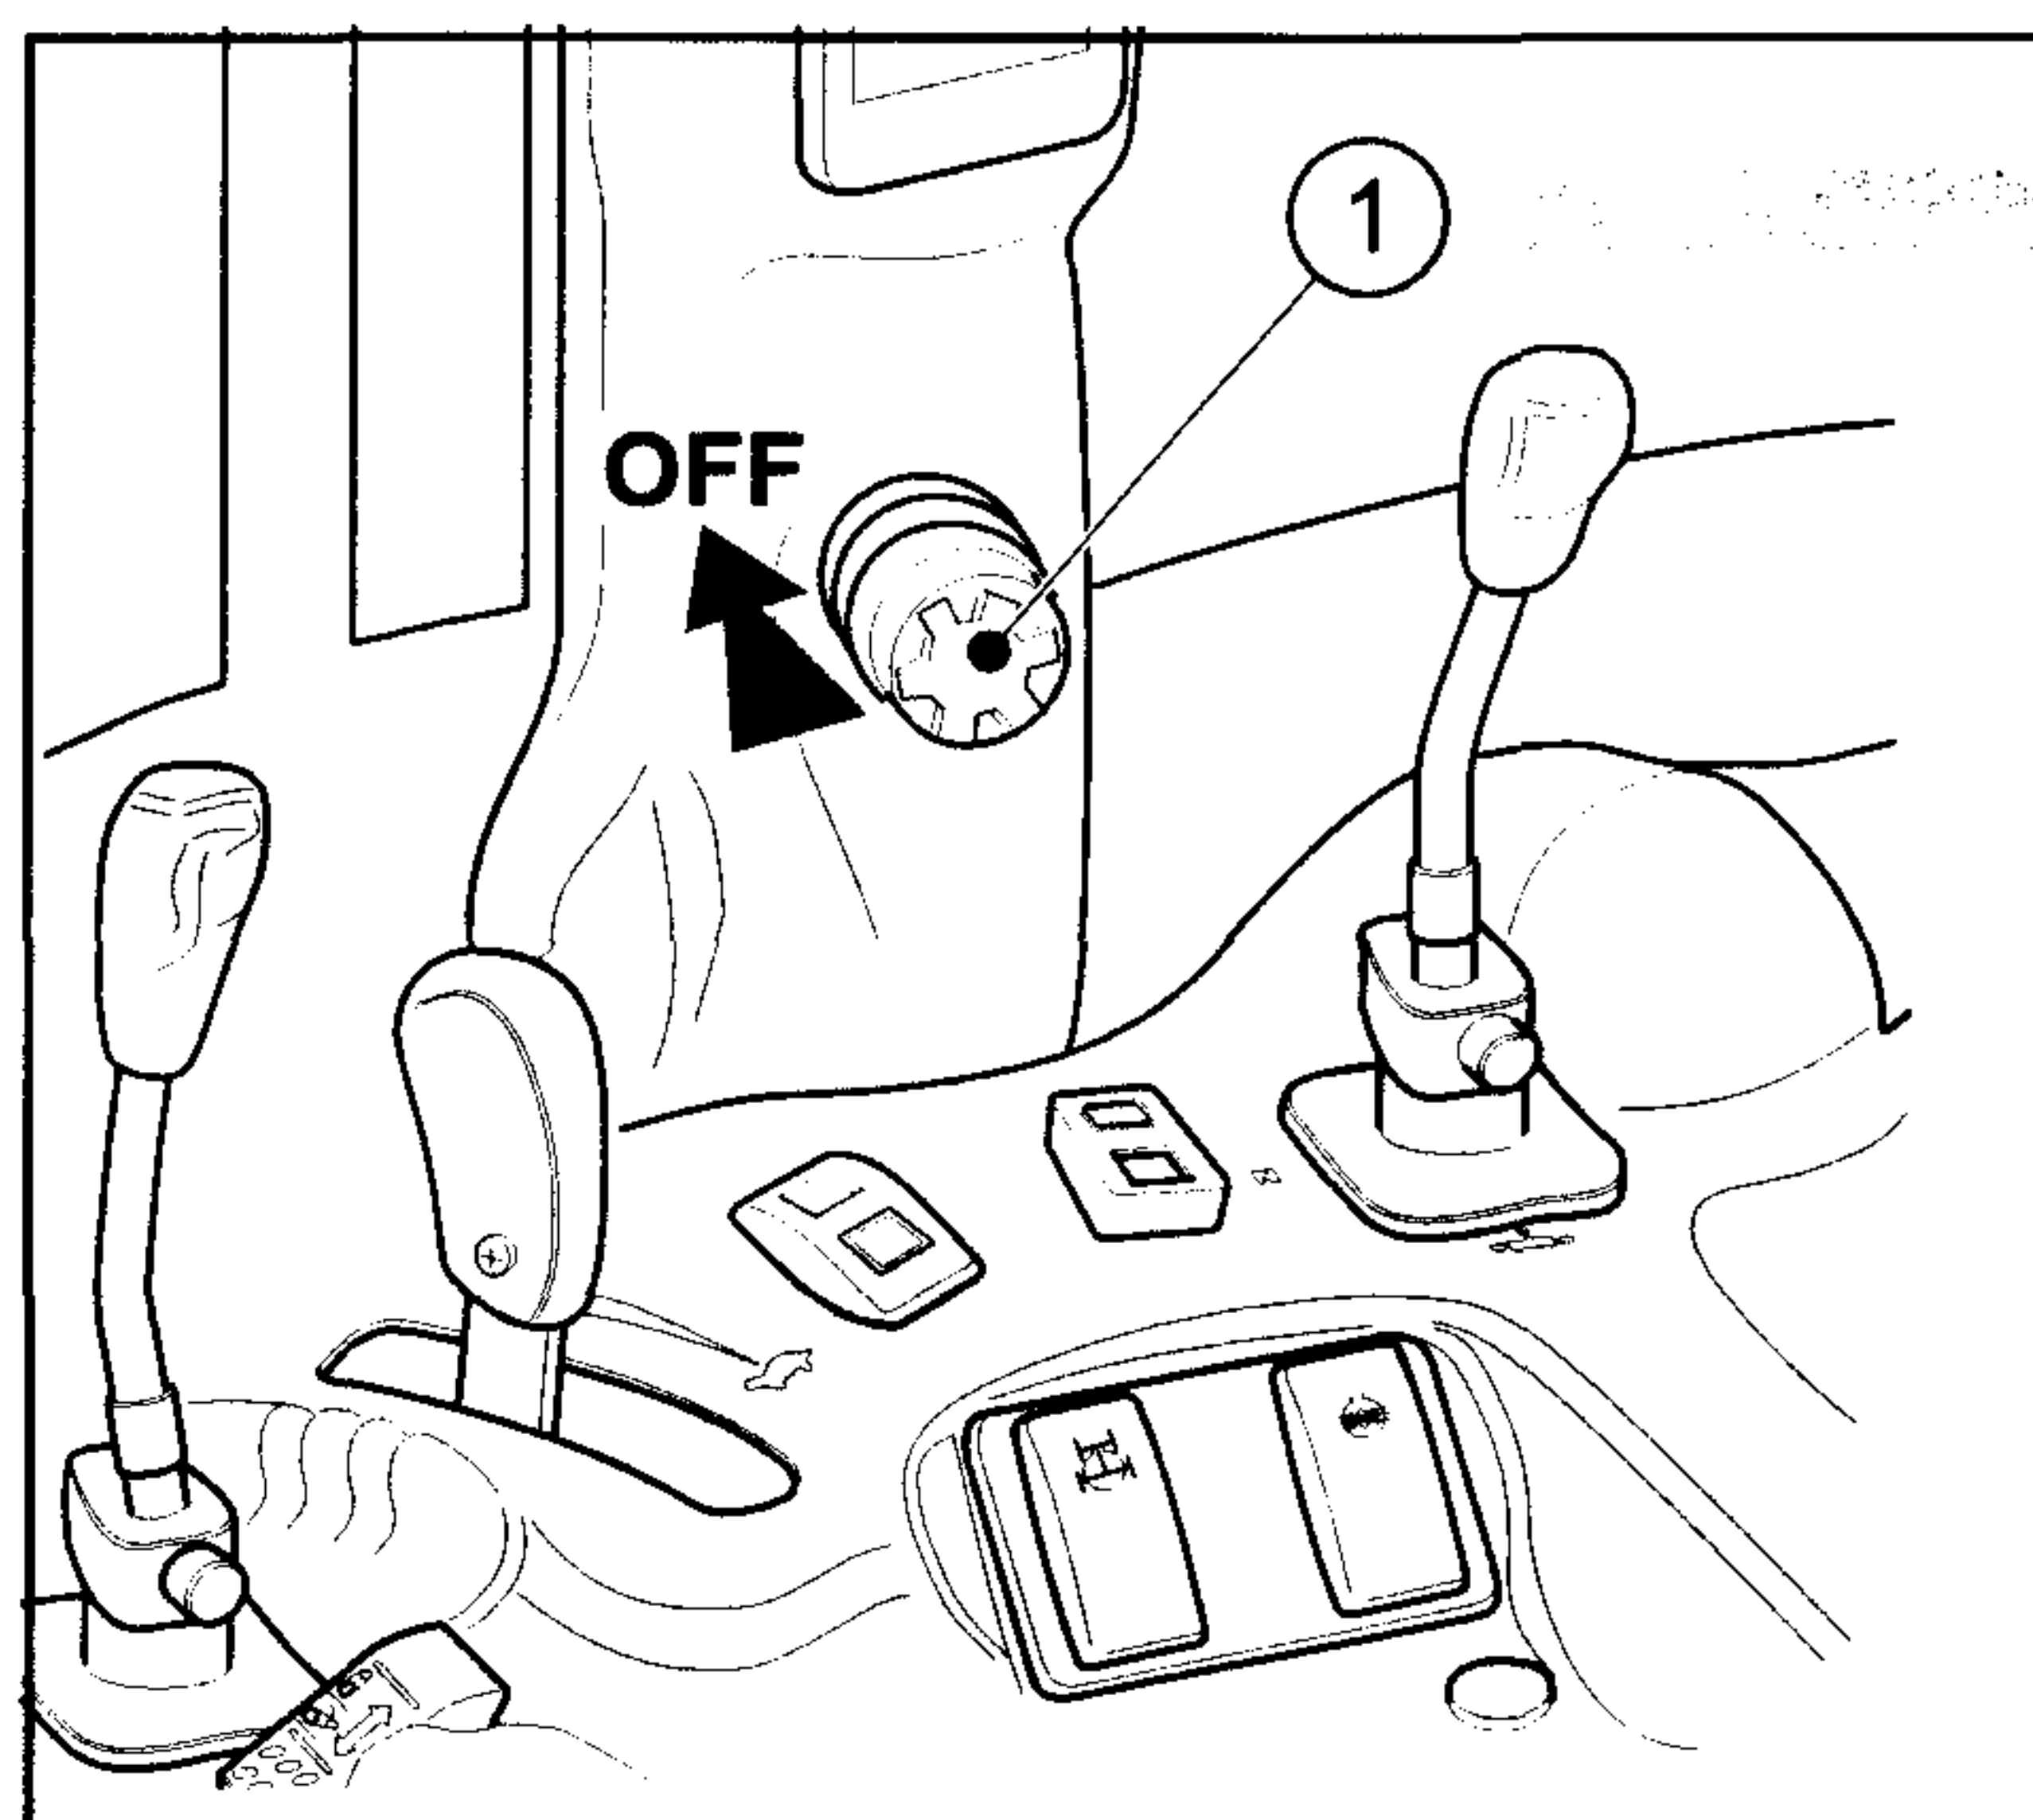
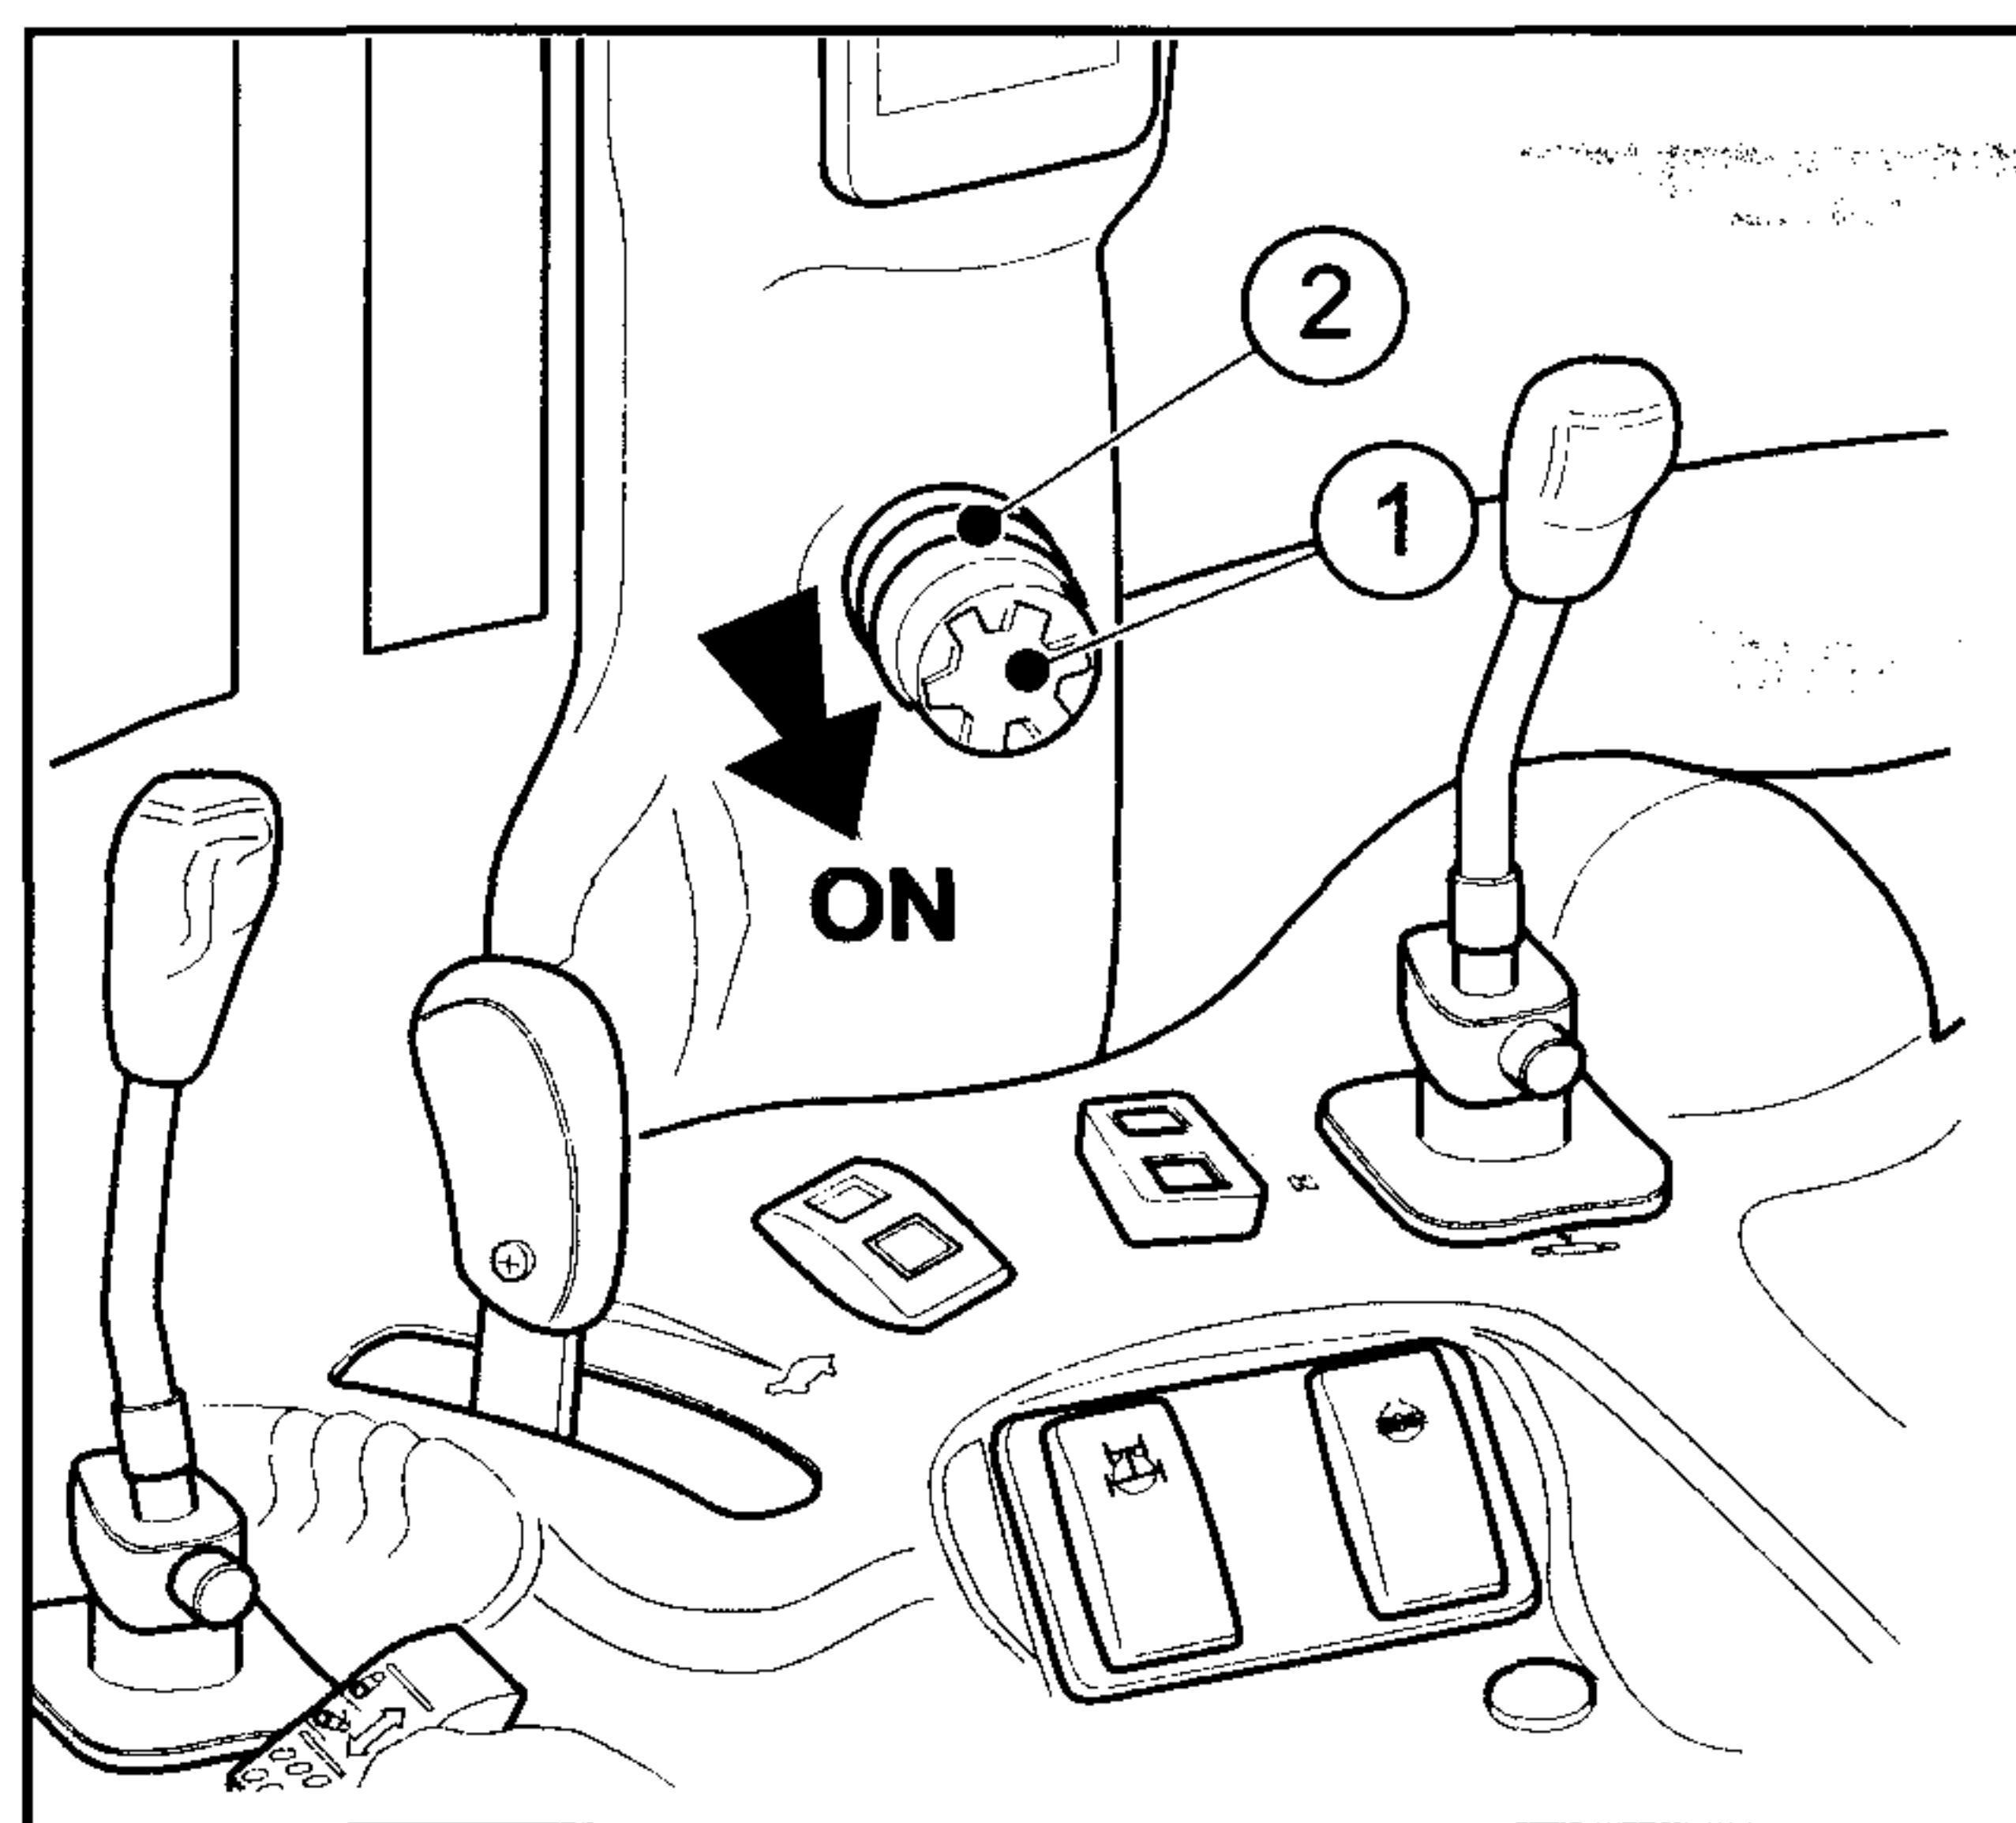

Fig. 4-28 Desconexión
Fig. 4-29 Conexión
La conexión de la TdF se verifica con el relativo interruptor (1 Fig.4-29).
Accionar el interruptor a presión ON/OFF para conectar/desconectar la TdF (1 Fig.4-28 y Fig. 4-29) con el motor al régimen mínimo.
Para conectar la TdF desbloquear el interruptor (1) tirando hacia arriba el collar de bloqueo (2) (Fig. 4-29)
Llevar siempre el interruptor en posición de desconexión OFF (Fig. 4-28) al finalizar la utilización de la TdF y/o antes de arrancar el motor.
ADVERTENCIA: el pasaje de una velocidad a otra se debe efectuar con el embrague toma de fuerza desconectado (Interruptor 1, Fig. 4-28)
Para accionar los botones es preciso tener el interruptor T.d.F. (1-Fig.4-29) conectado y las palancas TdF (2-3 - Fig.4-30) conectadas en la velocidad deseada.